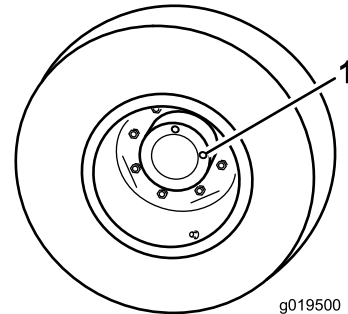

図 65
1. 水平な床面で、点検プラグの1つ 図 65 が時計の 12 時を指し、もうひとつが 3 時を指すように駐車する。
2. 3時の位置にあるプラグを外す 図 65。